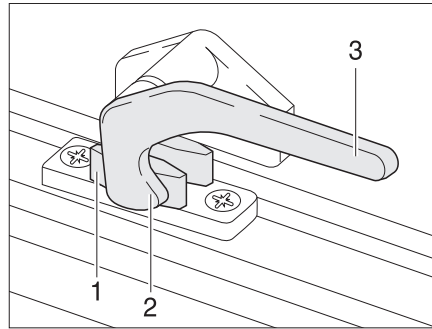

Fig. 75 Palanca de bloqueo en la posición de "cerrado"
- Girar la palanca de bloqueo (Fig. 75,3) un cuarto de vuelta hacia la mitad de la ventana.
- Girar la palanca de bloqueo (Fig. 75,3) un cuarto de vuelta hacia el marco de la ventana. El saliente de bloqueo (Fig. 75,2) se encuentra en la cara interior del bloqueo de la ventana (Fig. 75,1).
- En la posición "cerrada fijamente" (Fig. 75).